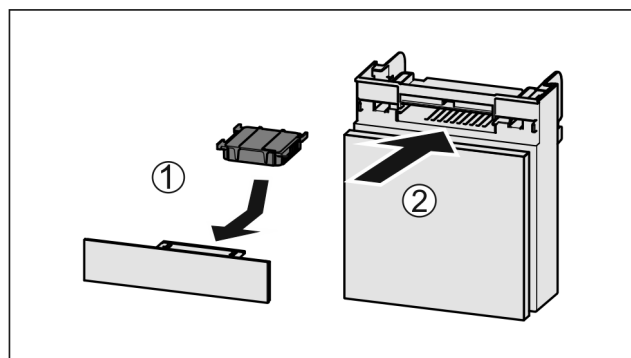

Fig. 35
- ▶ Inserire il vano Fig. 35 (2).